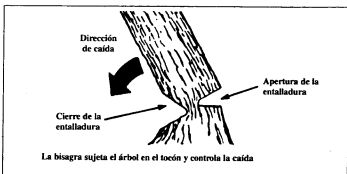

Figura 23
b. Dejar bastante madera sin cortar entre el corte de tala y la entalladura para formar una bisagra. Figura 23.